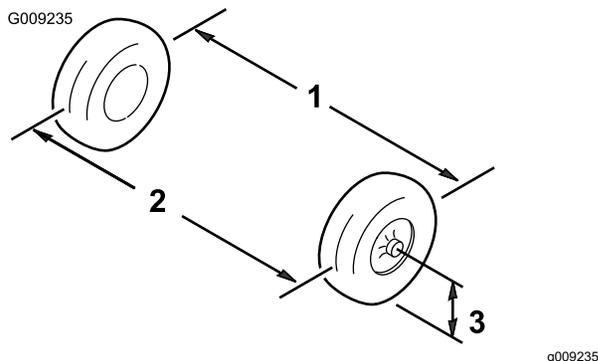

Рисунок 45
1. Измерьте расстояние между обеими передними шинами на уровне моста, с передней и задней стороны передних шин (Рисунок 45).